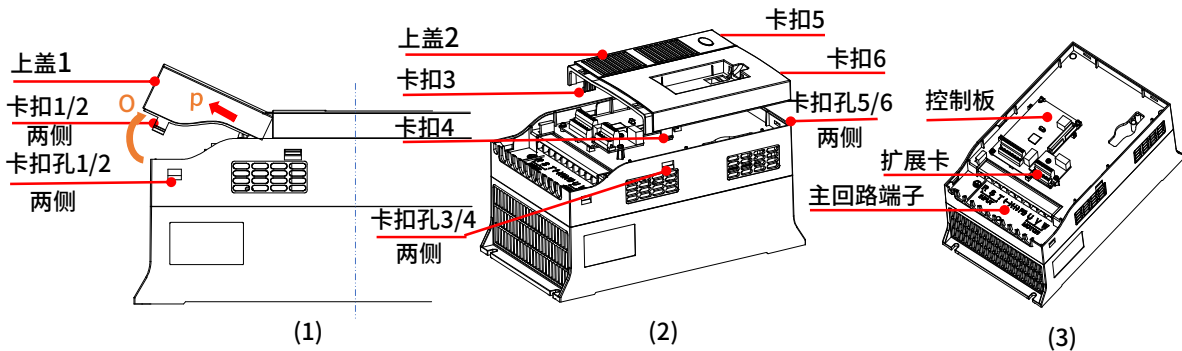

图 3-3b NE300 3 相 400V 15~22kW(GB)/18.5~30kW(PB)
- 塑料外壳机型的配线准备(图 3-3b): 图 3-3b (1), 首先按压卡扣 1/2, 脱出后沿 O 方向旋转, 沿 P 方向取下分体式上盖的其中一个, 然后按压图 (2) 所示卡扣 3/4/5/6, 脱出后取下分体式上盖另一个。反向操作装回。